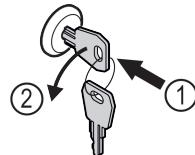

Fig. 162
- Trykk inn nøkkelen. Fig. 162 (1)
- Vri nøkkelen 90° mot klokka. Fig. 162 (2)